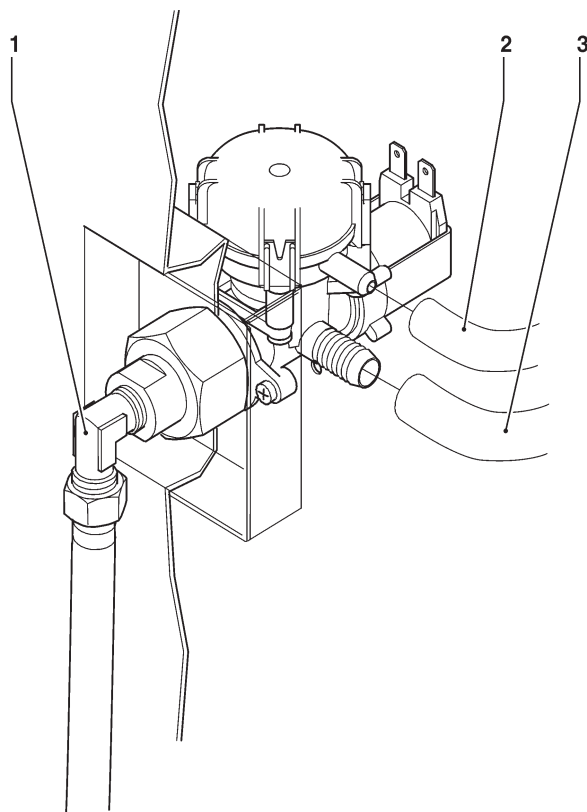

Fig. 18
Avec un tuyau adapté à supporter la pression de réseau et d'un type adéquat pour usage alimentaire (diamètre interne de 6 mm. minimum), connecter le réseau hydrique avec le raccord 3/4" gaz de l'électrovanne d'arrivée de l'eau (voir fig. 18).
L'électrovanne d'arrivée de l'eau (voir fig. 18) est équipée d'un dispositif anti-inondation, qui permet de bloquer mécaniquement l'arrivée de l'eau à la suite d'un défaut de fonctionnement de l'électrovanne ou du mécanisme de contrôle du niveau de l'eau dans la chaudière. Pour rétablir le fonctionnement normal, agir de la façon suivante:
- desserrer le raccord qui fixe le tuyau d'alimentation de l'électrovanne, pour décharger la pression de réseau résiduelle, et le resserrer (voir fig. 18) ;